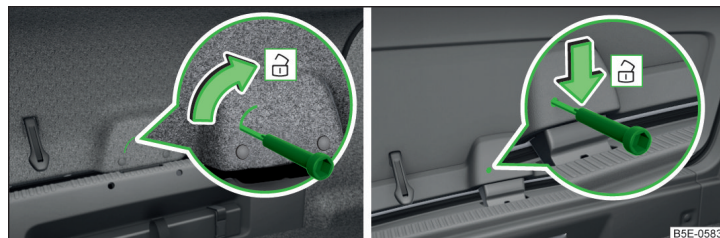

Fig. 319 Desbloquear la tapa: Variante 1 / Variante 2
- Introduzca un destornillador o una herramienta similar hasta el tope en el rebaje o en la abertura del revestimiento de la tapa » fig. 319.